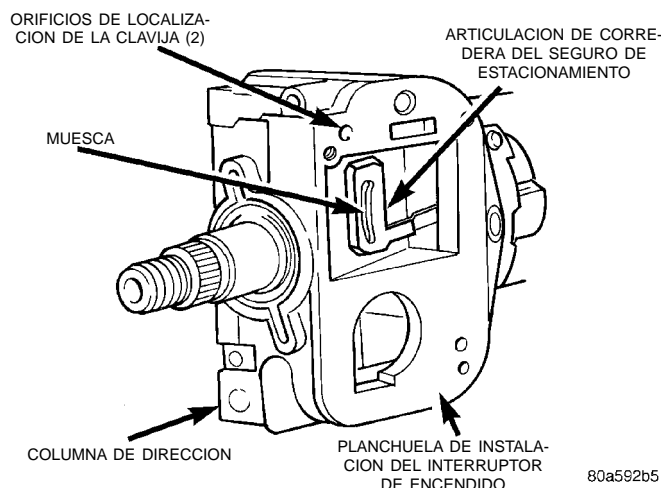

Fig. 51 Articulación del seguro de estacionamiento—Transmisión automática—característico
en la posición PARK. La clavija de seguro de estacionamiento en la parte trasera del interruptor de encendido (Fig. 50) debe también coincidir correctamente en la articulación del seguro de estacionamiento (Fig. 51) antes de que se instale el interruptor.
(8) Transmisión automática solamente: Aplique una delgada capa de grasa a la clavija del seguro de estacionamiento y la corredera de articulación del seguro de estacionamiento. Antes de instalar el interruptor, empuje la corredera de articulación del seguro de estacionamiento (Fig. 51) hacia adelante hasta que haga tope. Efectúe un posicionamiento final tirándolo hacia atrás aproximadamente 6 mm (1/4 pulg.).
(9) Aplique una ligera capa de grasa al indicador de bloqueo de la columna y al eje que se encuentra al final del mismo.
(10) Emplace el interruptor de encendido dentro de la abertura en la columna de dirección.
(a) Transmisión automática solamente: Asegúrese de que la clavija del seguro de estacionamiento en la parte posterior del interruptor de encendido entre en la muesca en la corredera de articulación del seguro de estacionamiento (Fig. 51).